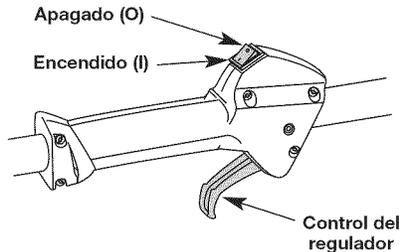

Fig. 15
NOTA: No hay necesidad de girar la unidad. Encendido/de parada el control (Fig. 15) está en la posición de trabajo siempre (I).
2. Coloque el control de encendido y apagado en posición de APAGADO (O) (Fig. 15).